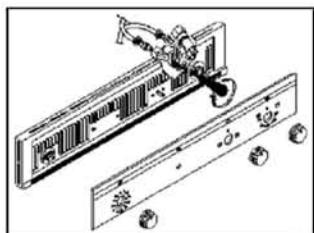

Рис. 4
- при наличии стеклянной передней панели, она должна сниматься путём отвинчивания двух крепёжных винтов (Рис. 4)